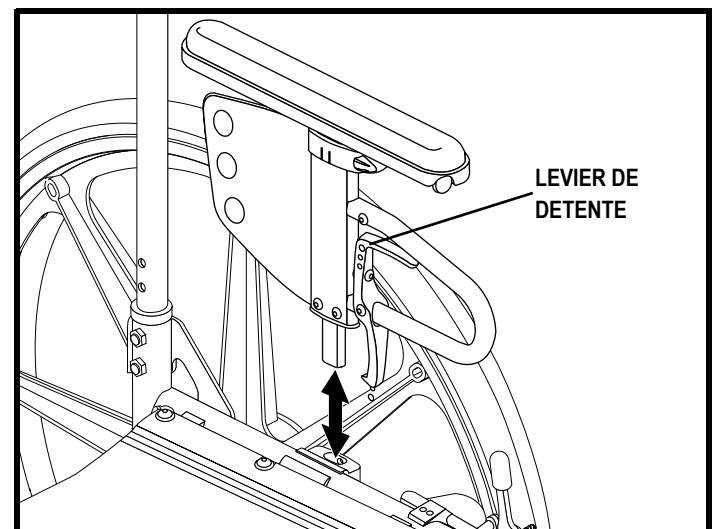

Figure 29. Enlèvement des accoudoirs
1. Pressez le levier de dégagement. Voir la figure 29.